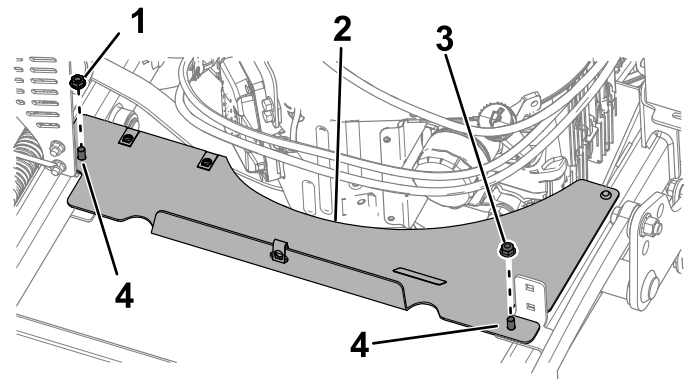

Figure 32
1. Boulon (5/16" x 1") (2)
4. Retirez l'écrou hexagonal (5/16") qui fixe l'extension de la protection aux boulons de carrosserie (Figure 32). Déposez extension de la protection.
1. Montez l'extension de la protection comme montré à la Figure 32. Serrez les écrous à un couple de 20 à 25 N·m.